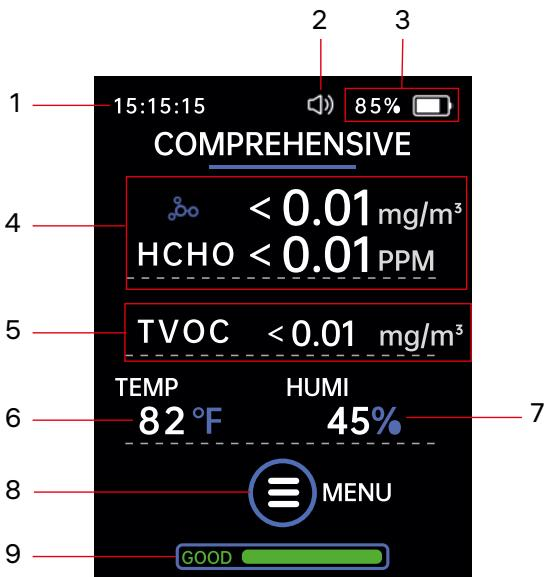

Abbildung 1
Nach dem Einschalten zeigt das LCD-Display (2) die Uhrzeit, die Lautstärke, den Batteriestand, die Werte für Formaldehyd (HCHO) und flüchtige organische Verbindungen (TVOC), die Umgebungstemperatur und Luftfeuchtigkeit sowie der Luftqualitätsindikator an (Abb. 1). Drücken Sie die Menü-Taste (6), um das Hauptmenü aufzurufen. Halten Sie die Links-Taste (4) 3 Sekunden lang gedrückt, um zwischen °C und °F umzuschalten.